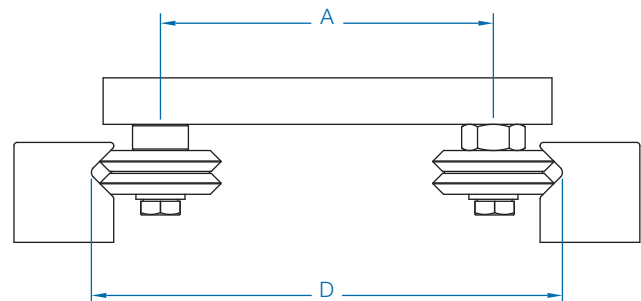

Figura 3 Montaje exterior
- Montaje exterior (ver figura 3): $A = D - Y$